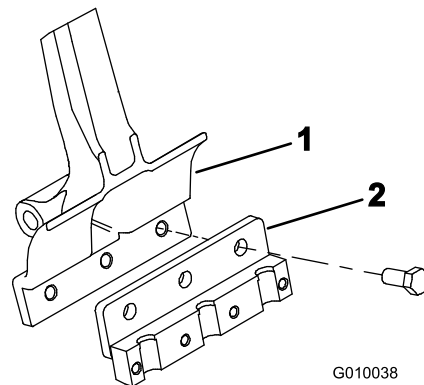

Bild 22
- Befestigen Sie einen Tines-Halter mit drei Schrauben ($\frac{1}{2}$ " x $1\frac{1}{4}$ ") an jedem Tines-Arm (**Bild 22**). Ziehen Sie die Schrauben mit 101,6 N·m an.